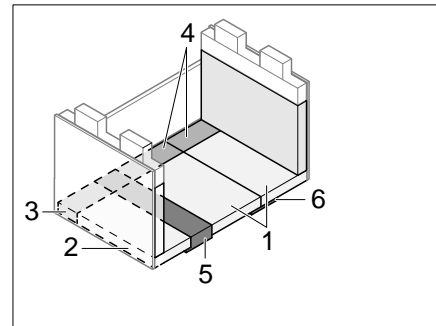

Bild 200 Nach dem Umbau
- Sitz-, Rücken- und Zusatzpolster wie in Bild 200 gezeigt auflegen.
- ▷ Um einen höheren Liegekomfort zu erreichen, kann die Polster-Beilage aus dem Rückenpolster (Bild 200,2) entfernt werden.